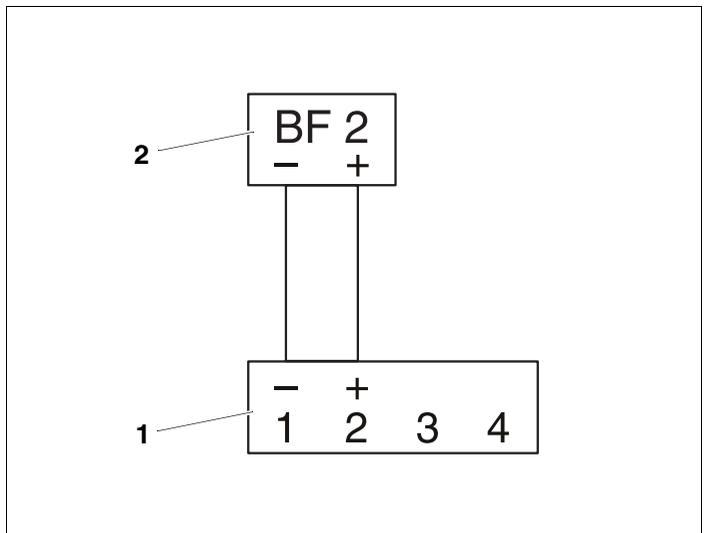

Abb. 4 Anschlusschema Verbindungsleitung
- Anschlussleitung durch die Rückseite des geöffneten Servicetools ET 2000 führen und die zwei Adern an der Klemmleiste (Abb. 4, **Pos. 1**) anschließen.
- Anschlussstecker an der Klemmleiste im Regelgerät, mit der Bezeichnung „BF 2“ (Abb. 4, **Pos. 2**, Seite 8), anschließen.